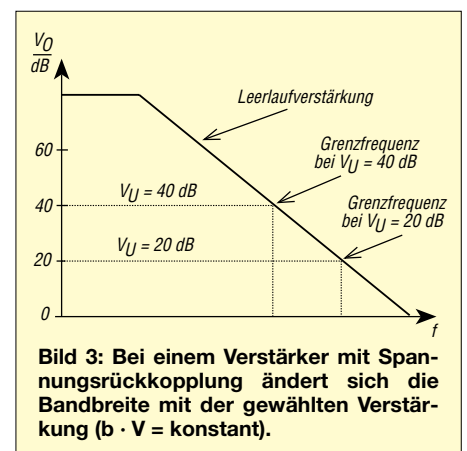

Bild 3: Bei einem Verstärker mit Spannungsrückkopplung ändert sich die Bandbreite mit der gewählten Verstärkung ($b \cdot v = \text{konstant}$).
Bild 3 zeigt, wie der Frequenzgang durch die gewählte Verstärkung beeinflusst wird. Die oben erwähnte Verstärkungsformel (5) macht über diesen Sachverhalt aber keine Aussage.